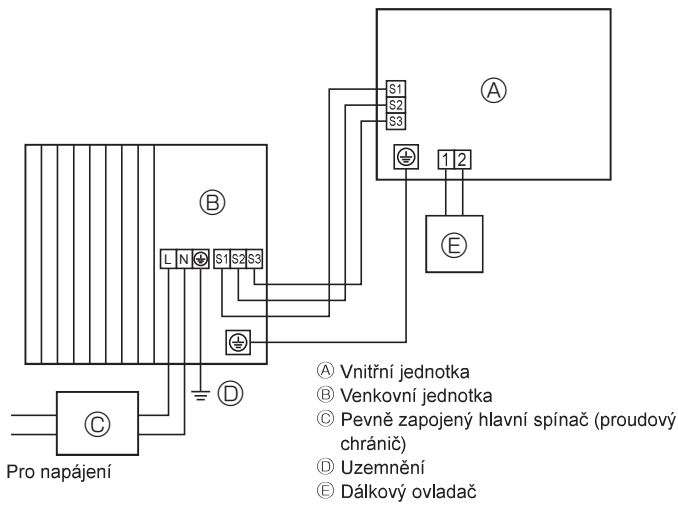
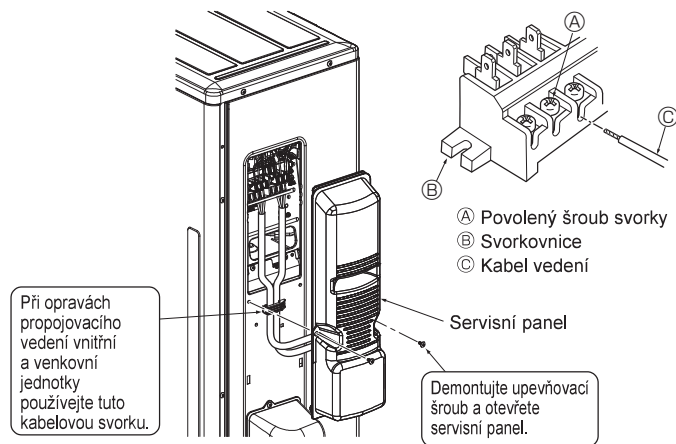
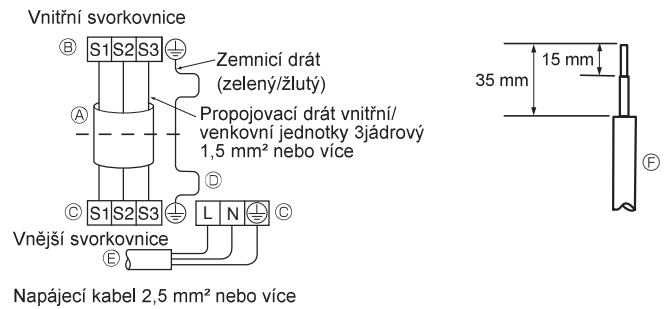

Fig. 6-1
Fig. 6-3
Fig. 6-2
6.1. Venkovní jednotka (Fig. 6-1, Fig. 6-2, Fig. 6-3)
- ① Sejměte servisní panel.
- ② Zapojte kabely podle ilustraci Fig. 6-1, Fig. 6-2 a Fig. 6-3.
- Proveďte instalaci elektrického vedení podle schématu vlevo dole. (Kabel si opatřete místně) (Fig. 6-2)